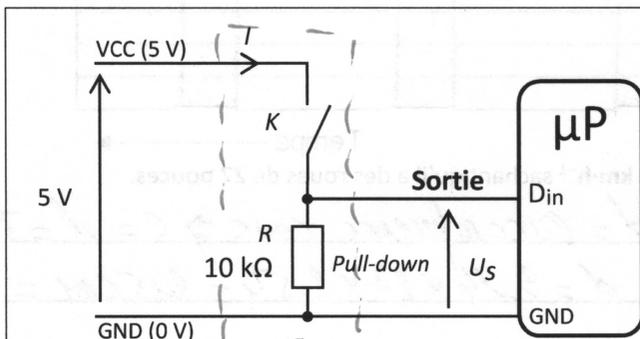

Figure 2
d) Étudier le détecteur avec résistance de pull-down de la **figure 2** (reprendre les questions a, b et c).